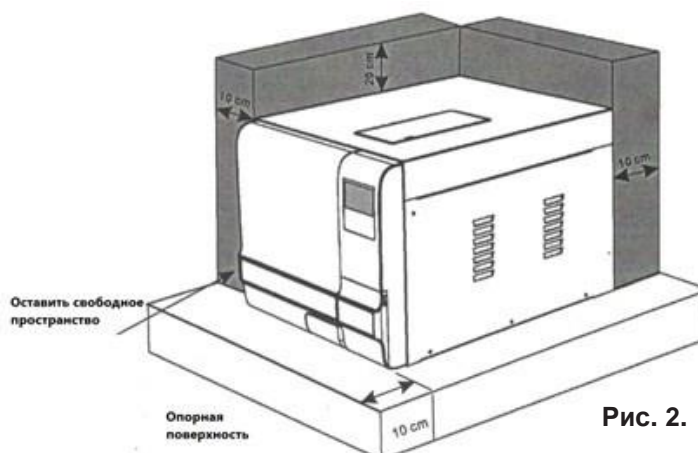

Рис. 2.
- Откройте крышку емкости для воды 1,2 рис.2 и извлеките кабель питания (для STE-29-T, STE-45-T).
- Подключите питание переводом рычага автоматического электропредохранителя вверх, расположен задней стенке (см. рис. 1, п. 16; см. рис.2, п 15). Включите автоклав кнопкой вкл/выкл на передней панели (см. рис.1, п. 12, см рис. 2, п. 7). Дисплей стерилизатора активируется и покажет состояние изделия: положение двери, уровень воды, рабочую программу, дату, время.